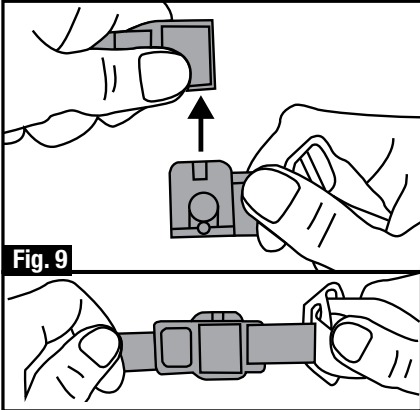

Fig. 9
2. To latch the magnetic buckle, bring buckle ends into proximity with latching mechanism facing towards each other. To unlatch the buckle, shear the buckle. (Figure 9)
2. Pour bloquer la boucle magnétique, rapprochez les deux extrémités de la boucle près du mécanisme de verrouillage, faisant face l'un à l'autre. Pour déverrouiller la boucle, séparez les deux parties. (Figure 9)